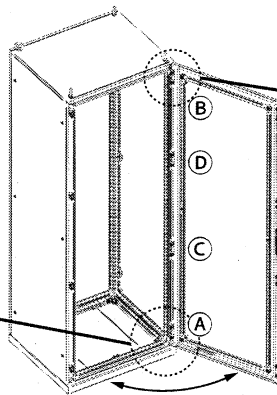
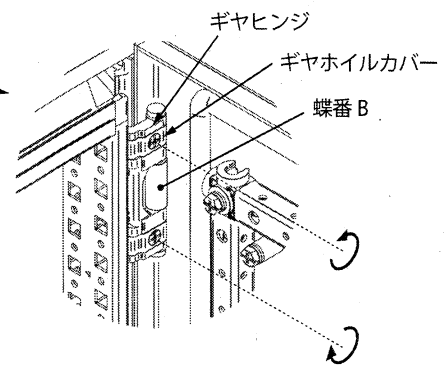

図2
図3 取外す場合
2. 扉の開角度を90°以上開いた状態で、ギヤヒンジのねじ部を図3の矢印の方向にドライバーで回し、蝶番ピンのはめ合いを外します。
①下部、②上部、③中央下部、④中央上部の順で行ってください。(図2)
ギヤヒンジは図2の①→②→③→④の順序で、ねじ部を図3の矢印の逆方向に回します。